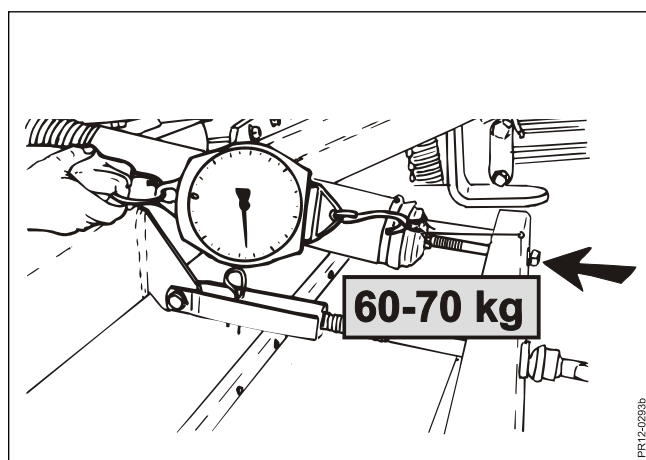

Рис. 3-15
- Рис. 3-15** Начните с **приблизительно 60-70 кг** на каждой стороне.